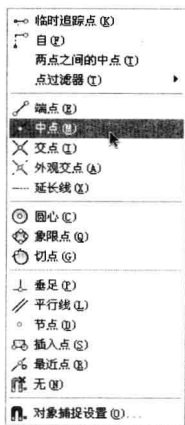

图 2-4-7
(8) 右击“对象捕捉”按钮，在弹出的菜单中单击“中点”，如图2-4-7所示，即取消中点捕捉。在对象捕捉模式中如果没有启用一种捕捉模式，可以临时启用一种捕捉模式。